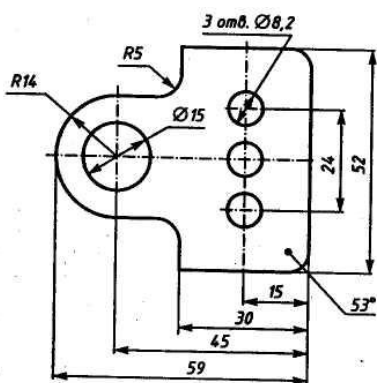

Рисунок 56
10. По команде Удалить  Вспомогательные кривые и точки на панели управления удаляем вспомогательные прямые на эскизе. Проставляем размеры на эскизе, эскиз подвески готов (см. рис. 56).